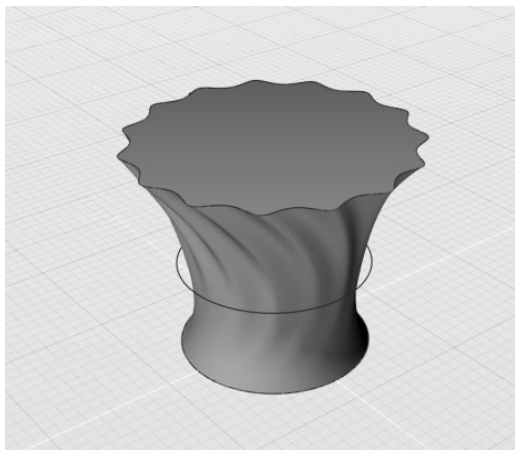

图 4-69 封闭蒙皮曲面
6) 还可以在“选项”参数中勾选“起始封口”和“结束封口”两个复选框, 将曲面上下封闭。如图 4-69。